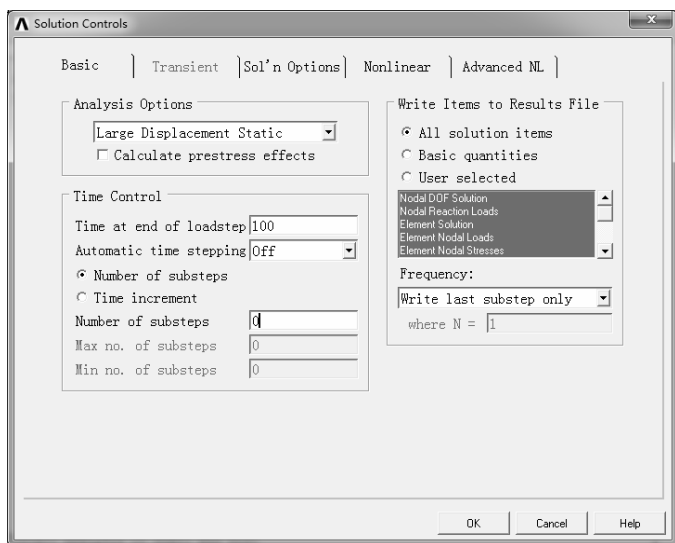

图 9-117 “Solution Controls” 对话框
2) 选择 “Main Menu>Solution>Analysis Type>Sol'n Controls” 命令，弹出 “Solution Controls” 对话框，选中 “Large Displacement Static” 分析选项，在 “Time at end of loadstep” 文本框中输入 100，选择 “Automatic time stepping” 为 “Off”，如图 9-117 所示。单击 “OK” 按钮确认。